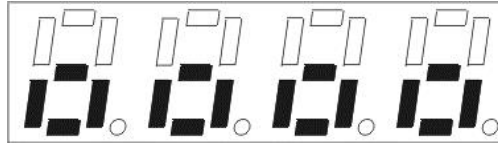

Рисунок 10
- После появления на индикаторе четырех символов (рисунок 10) отпустить кнопку «ВЫБОР СКОРОСТИ».